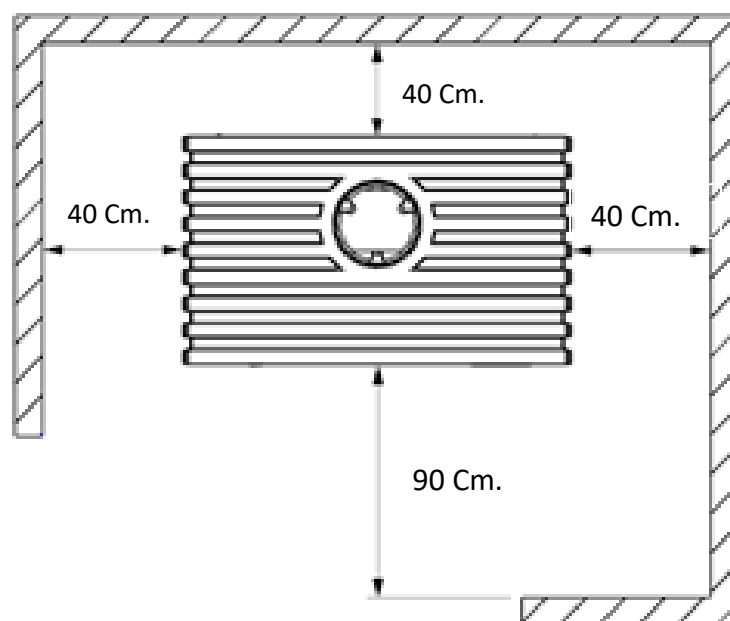

FIG. 6 - DISTANCIAS DE SEGURIDAD
- Cuando se coloque la estufa, tener en cuenta las distancias de seguridad necesarias, tanto del aparato como de la chimenea, de las superficies combustibles (paredes de madera o empapeladas, suelo de madera, etc.). Estas mismas distancias deberán ser respetadas cuando el recubrimiento de las paredes o zonas próximas sea susceptible de deterioro o deformación por efecto de temperatura (barnices, pinturas, P.V.C. etc.). **Fig. 6**